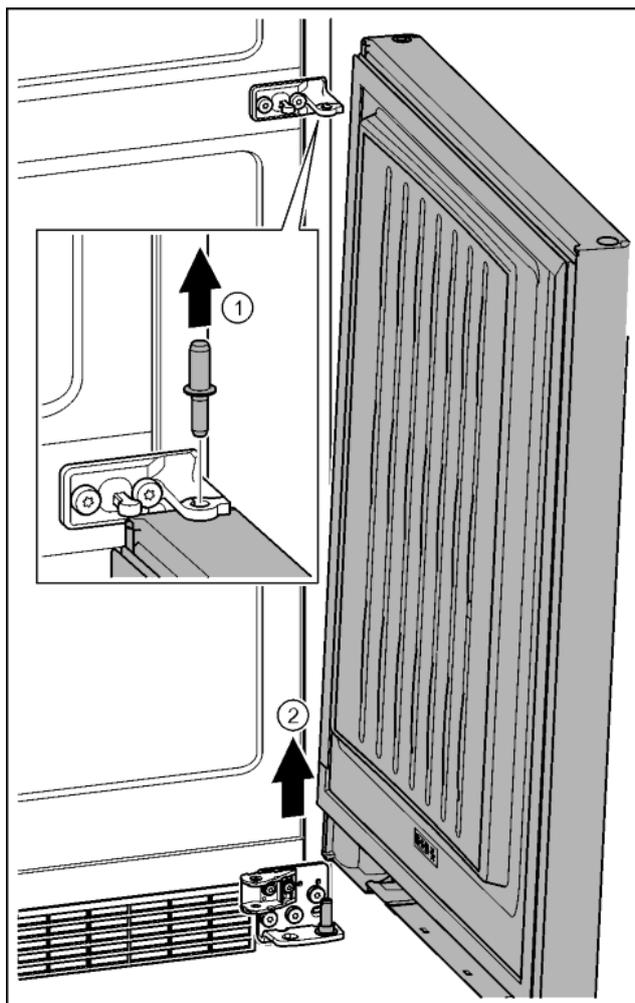

Fig. 25
- ▶ Izvucite svornjake prema gore. Fig. 25 (1)
- ▶ Podignite vrata, povucite ih prema gore i stavite ih na stranu. Fig. 25 (2)